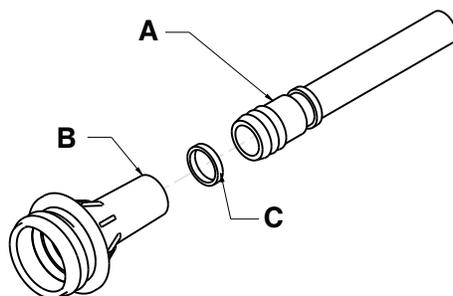

Figure 6 – Raccord réducteur
5. À l'aide d'une pince coupante diagonale, couper avec précaution le collier de serrage (C) le plus proche au niveau des pieds de la housse supérieure de la surface de support qui fixe le tuyau à faible perte d'air (FPA) et le raccord réducteur (A) au corps de clapet (B) (Figure 6).
5. À l'aide de la pince coupante diagonale, couper avec précaution le collier de serrage (C) le plus proche au niveau des pieds de la housse de surface de support qui fixe le tuyau à faible perte d'air (FPA) et le raccord réducteur (A) au corps de clapet (B) (Figure 6).